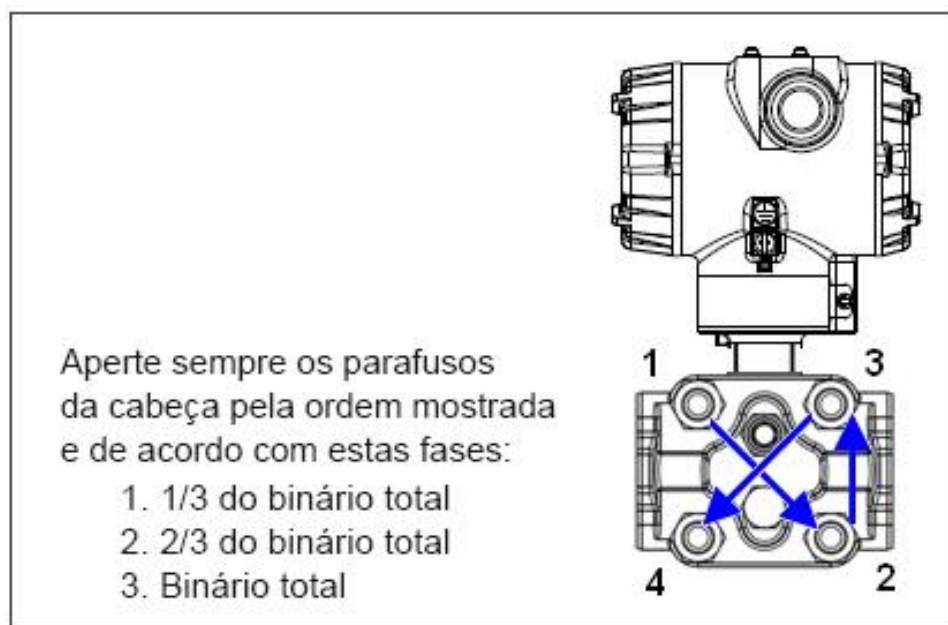

Figura 25 – Sequência de aperto dos parafusos da cabeça
16. Utilize uma chave dinamométrica para apertar gradualmente as porcas até ao binário nominal pela ordem mostrada na Figura 25. Aperte os parafusos da cabeça em fases de 1/3 do binário total, 2/3 do binário total e, em seguida, binário total.